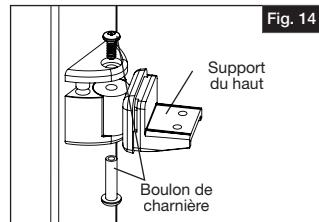

Fig. 14
- a. Enlever les boulons de charnière des supports du bas. Puis, enlever les supports des bases de support, et insérer les supports dans chaque extrémité de la lisse (Fig. 14).